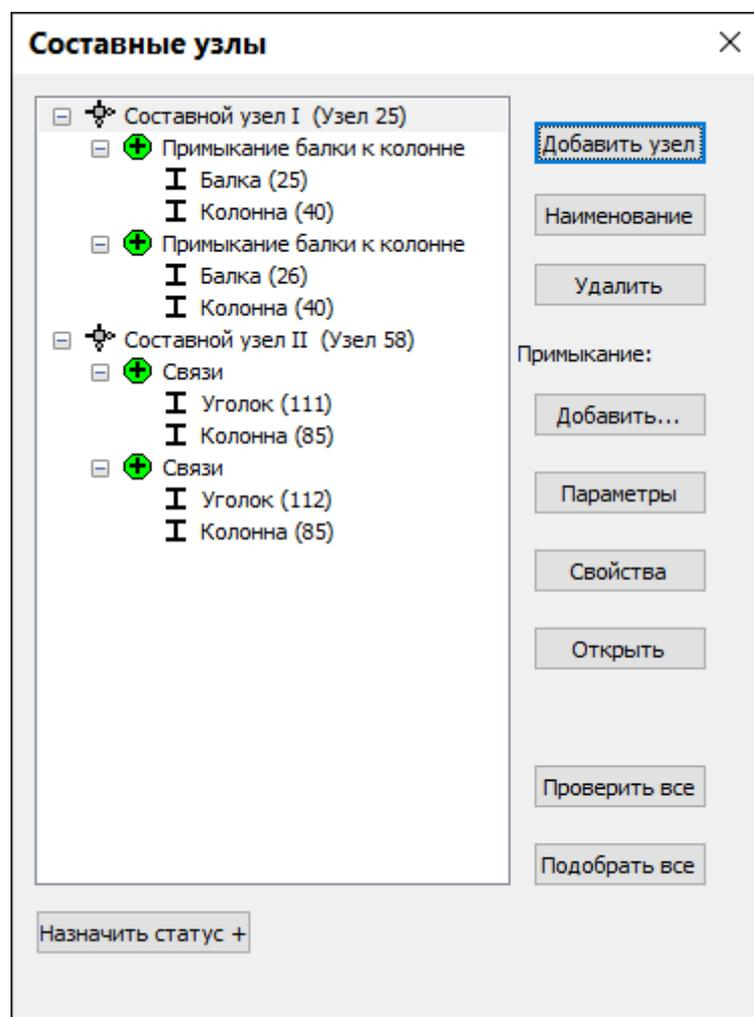

Рис.12.33. Диалоговое окно **Составные узлы**
- Для создания и расчёта составных узлов вызовите диалоговое окно **Составные узлы** (рис.12.33), выбрав команду – **Составные стальные узлы** в раскрывающемся списке **Расчет стального узла схемы** (панель **Сталь: Расчет** на вкладке **Конструирование**).